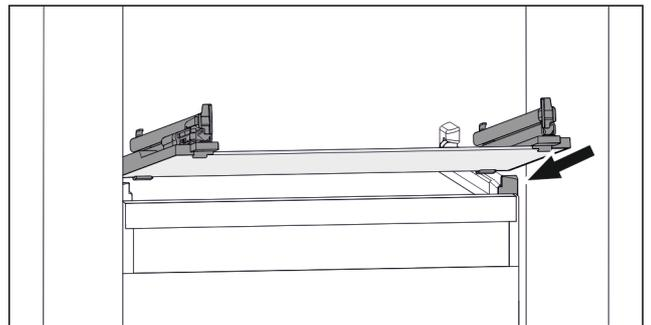

Fig. 28 Beispielhafte Darstellung der Glasplatte
- ▶ Glasplatte schräg hinter den Stoppern aufsetzen. (siehe Fig. 28)